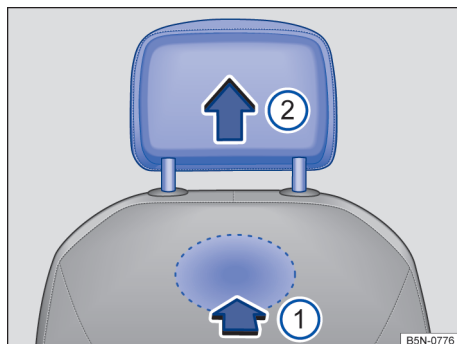

Fig. 92 Apoio para cabeça dianteiro: remover.
- Para destravar, tatear na cavidade parte de trás, na área marcada, e pressionar para dentro no sentido da seta → Fig. 92 ①.
- Retirar o apoio para cabeça ② no sentido da seta.